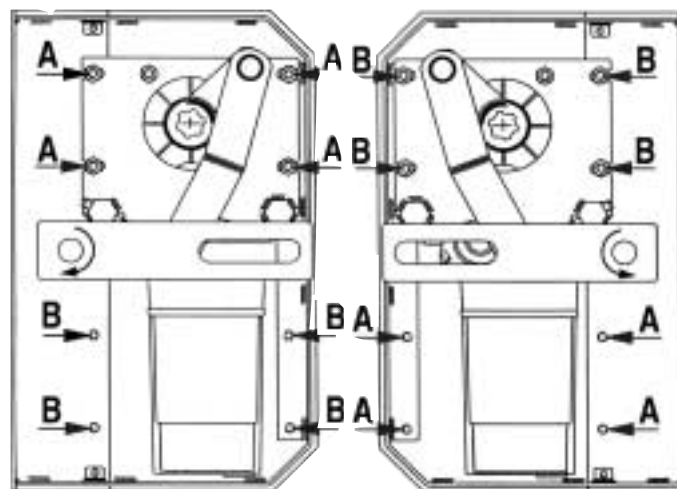

Abb. 15
- Die Gehäuseabdeckung abnehmen, die Stromzufuhr zum Motor unterbrechen, den Bewegungshebel von Hand herausziehen und den Flügel öffnen (Fig.15-A/B).